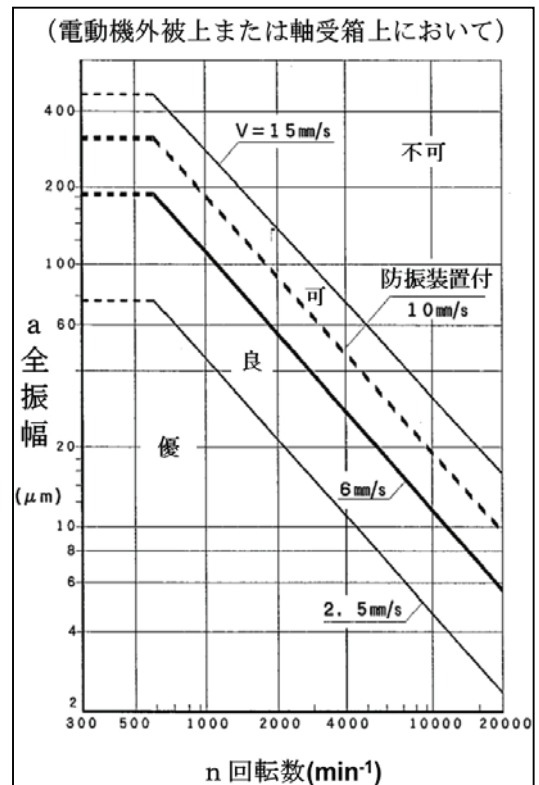

図5 振動許容値
- (1) 軸流送風機の風量、電流、振動、騒音などが平常と極端に異なる場合は、事故の前兆ですので、早急に詳細点検・整備してください。そのために、運転日誌をつけることをおすすめします。
- (2) 専用ドライバーの接点・端子などのゆるみ、水滴などの付着がないかどうか、確認してください。
- (3) 振動が大きい場合は、取付ボルト、基礎ボルトの緩み、羽根車への水の付着、軸受の損傷等が原因ですので運転を停止して点検して下さい。振動の許容範囲は、JIS B 8330 の良以内であれば、正常運転です。(図5参照)
- (4) 振動と同じく音響も運転状態を判定する重要な要素です。回転体が接触する金属音の時は、直ちに運転を停止して下さい。
- (5) 定期点検は少なくとも1年に1度は行ってください。
- (6) 羽根車は大切にして下さい。物をぶついたり、異物をつけたまま運転するとバランスがくずれ、故障の原因になります。
- (7) 羽根車、軸等の腐食・磨耗を確認してください。
- (8) 軸流送風機の清掃、錆止め等の補修をしてください。
- (9) 羽根車と軸の嵌合部にガタツキがないことを確認してください。